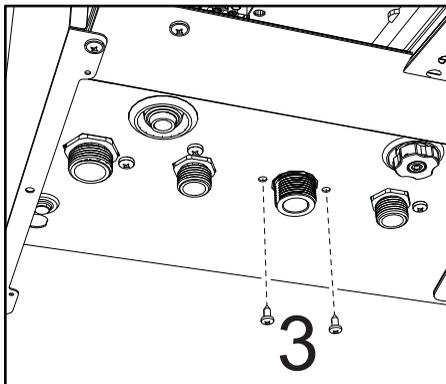

fig. 59
- Deșurubați șuruburile „3” (fig. 59)